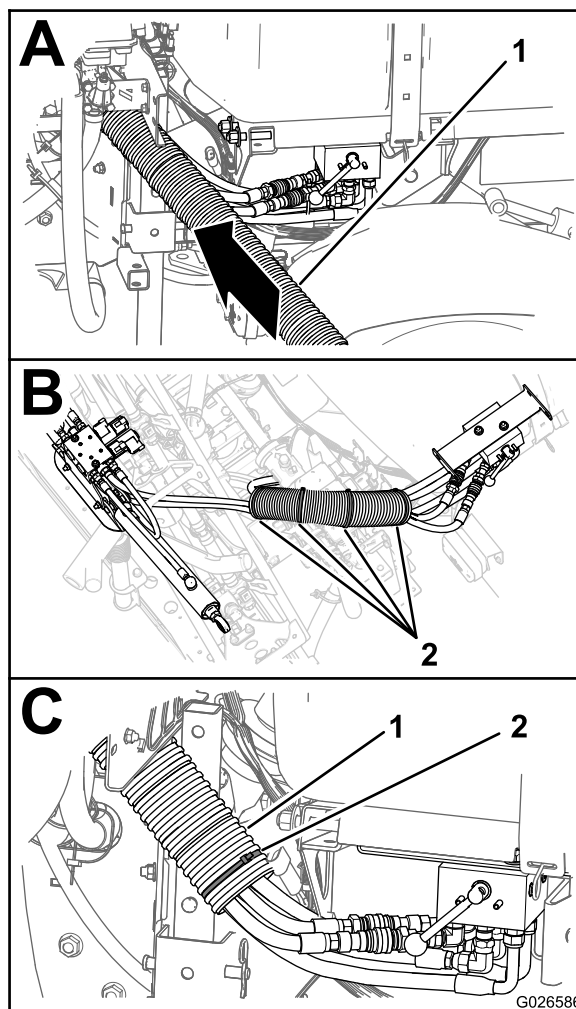

Figura 16
1. Separate i tubi ondulati lungo la fessura e infilate i tubi intorno ai 6 flessibili collegati alla valvola selettiva (Figura 16).
2. Fissate i tubi ondulati con 2 fascette per cavi a uguale distanza tra le estremità dei tubi e una fascetta vicino a ciascuna estremità dei tubi (Figura 16).